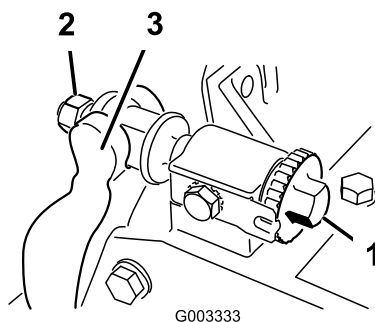

Figura 57
1. Rode o parafuso de ajuste da barra de apoio no sentido contrário ao dos ponteiros do relógio, para afastar a lâmina de corte do cilindro (Figura 57).